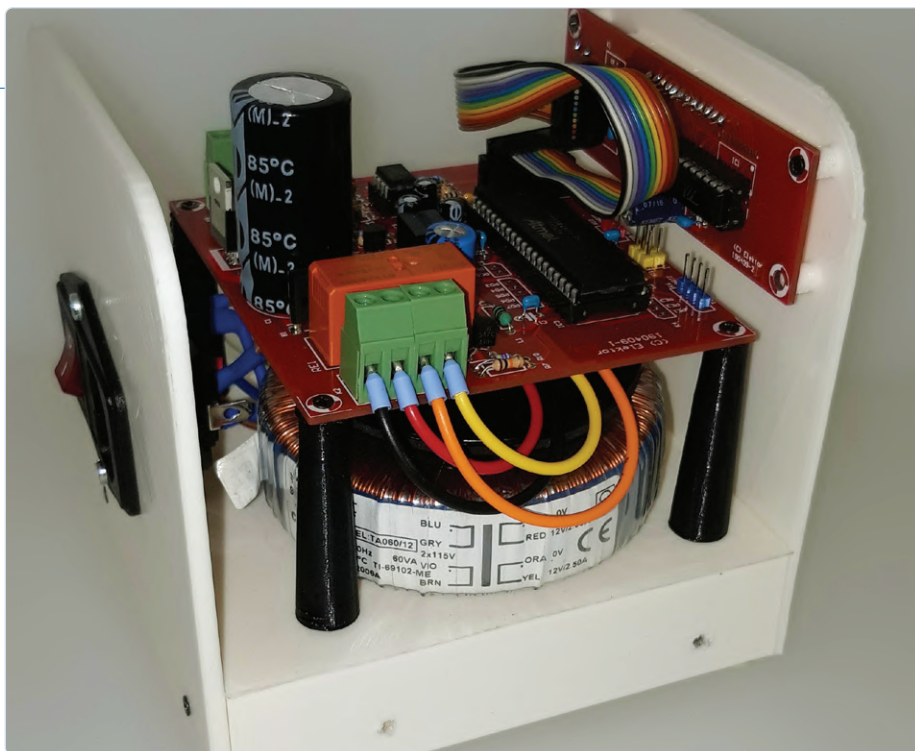

Figure 4. Entrée secteur avec porte-fusible et interrupteur.
Savez-vous pourquoi les outils de CAO comme KiCad et Altium intègrent des modèles 3D pour les composants ? Parce que ça facilite la conception d'un boîtier. Ces outils de CAO de circuits imprimés peuvent exporter votre création en fichier STEP 3D et les outils qui gèrent ce format peuvent les utiliser. Presque tous les logiciels de création 3D permettent de concevoir un joli boîtier autour du modèle 3D du circuit imprimé. Ici, il a fallu imprimer neuf pièces. Au total, il faut compter jusqu'à 24 h d'impression, ce délai peut varier en fonction de l'imprimante. Si toutes les pièces ont été imprimées, il reste à les assembler. Il y a quelques pièces non imprimables en 3D : une entrée secteur CEI avec interrupteur intégré et porte-fusible, avec les vis et écrous pour la fixer sur le panneau arrière. Comme le montre la **figure 4**, des fils et connecteurs sont nécessaires pour relier l'interrupteur et le fusible aux primaires du transformateur. Lors du raccordement du transformateur, notez que les bornes de K1 et K2 sont repérées par l'initiale des couleurs des isolants des fils des secondaires : noir (B), rouge (R), orange (O) et jaune (Y). Avec un transformateur de marque ou type différent, assurez-vous que les repères de « début d'enroulement » des fils, d'habitude représentés par des points dans la fiche technique, correspondent au transformateur Multicomp que nous avons utilisé. Et bien sûr : n'oubliez pas d'installer le fusible sur le primaire (secteur) du transformateur.